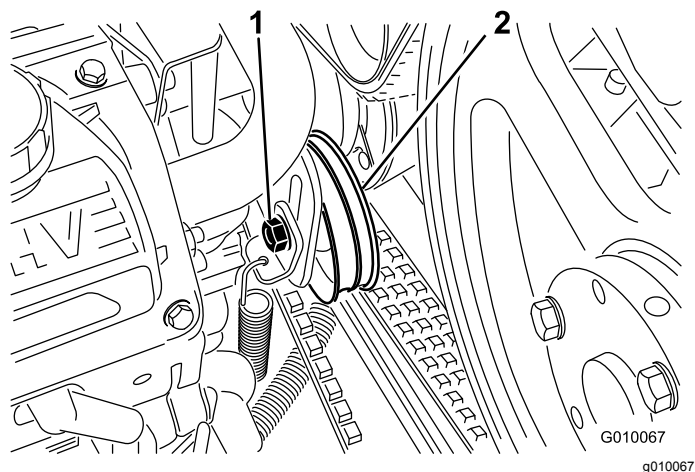

Figure 58
4. Desserrez le boulon de la poulie de tension de la courroie juste assez pour lui permettre de bouger dans la fente de réglage (Figure 58).